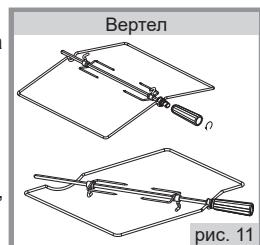

рис. 11
- В зависимости от комфортности плиты могут комплектоваться вертелем различной конструкции со съемной рукояткой (рис.11). При установке и извлечении использовать рукоятку, которая накручивается на резьбовую втулку.